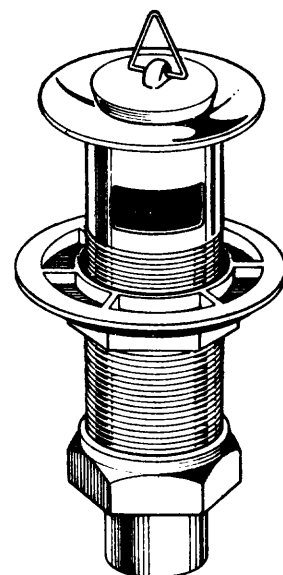

Fig. 3
- b) Simples para bidé o lavamanos (fig. 3).